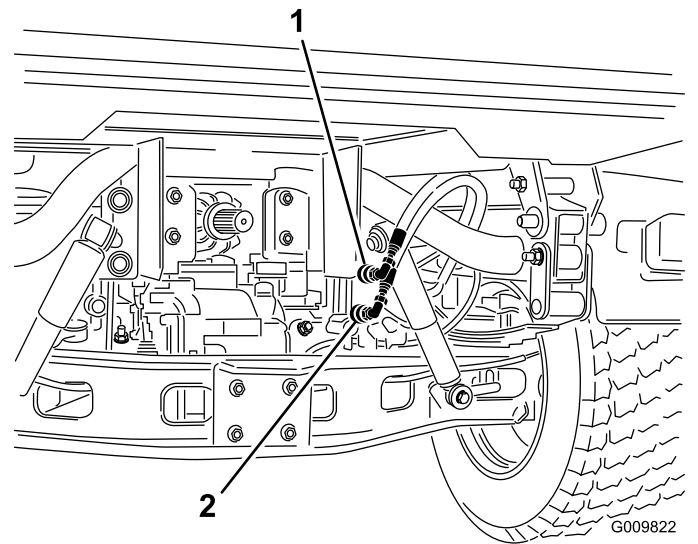

Figura 76
2. Scollegate i due tubi dei connettori rapidi dai tubi fissati alla relativa staffa, su entrambe le macchine (Figura 76).